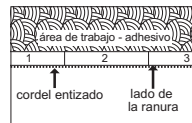

Figura 10b
• Asegúrese de no esparcir el adhesivo mucho más adelante del área en la que esté trabajando (Figura 10b).